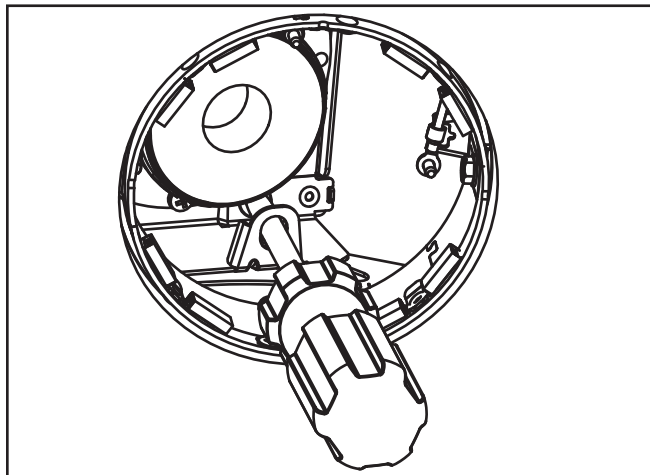

Figure 11
1. Insérez un tournevis à tête cruciforme dans le support d'inclinaison. (Figure 11). Déverrouillez le mécanisme en tournant la vis de blocage dans le sens contraire des aiguilles d'une montre sur quelques tours pour relâcher le frein. Poussez le mécanisme jusqu'à l'angle d'inclinaison désiré.
4. Notez l'angle d'inclinaison actuel du luminaire puis inclinez le mécanisme sur 45°. (Figure 11).